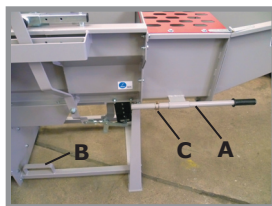

Abb. 13
Ziehen Sie die beiden Transportgriffe (A) auf der rechten Seite der Maschine heraus und sichern Sie diese gegen unbeabsichtigtes Her-einrutschen mit den beiden Rohrklappsteckern (C, Abb. 13). Jetzt können Sie die Maschine anheben.
**Achten Sie darauf, dass die Gabeln durch alle 4 Laschen auf der Unterseite der Maschine geführt werden (B).** siehe Abb.13